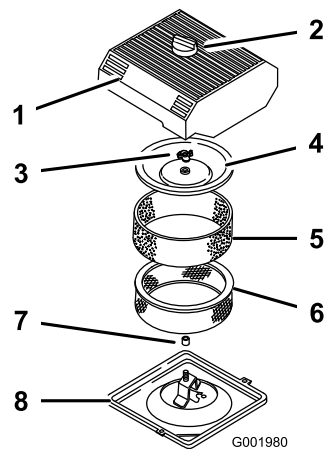

Figura 45
3. Pulite intorno al filtro dell'aria per evitare che la morchia possa penetrare nel motore provocando gravi danni (Figura 45).
4. Svitare la manopola sul coperchio del filtro dell'aria e togliete il coperchio (Figura 45).
5. Togliere con cautela l'elemento in schiuma sintetica dall'elemento di carta (Figura 45).
6. Svitare il dado del coperchio e togliete sia il coperchio che l'elemento di carta (Figura 45).
1. Infilate con cautela l'elemento in schiuma sintetica sopra l'elemento di carta del filtro dell'aria (Figura 45).
3. Avvitare a fondo, manualmente, il dado contro il coperchio (Figura 45).
4. Montate il coperchio del filtro dell'aria e la manopola (Figura 45).